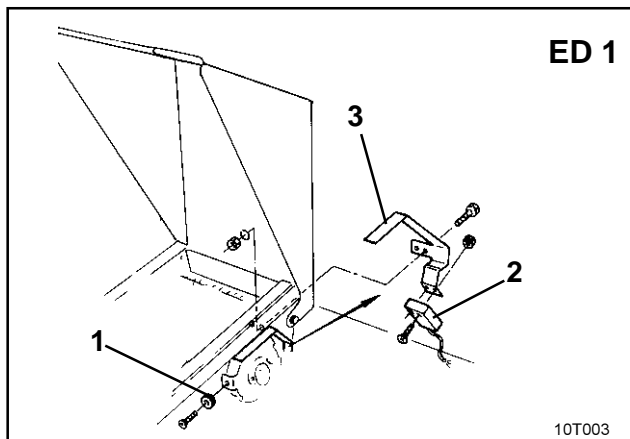
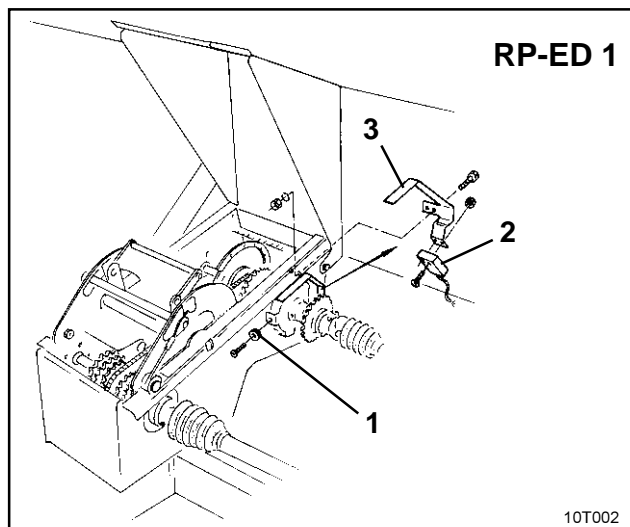

Fig. 9.6
Fig. 9.7
Sur les semoirs **ED 1** (fig. 9.6) ou **RP-ED 1** (fig. 9.7), fixez le capteur et l'aimant à l'entrée du boîtier de vitesses, en procédant comme suit :
- ☐ vissez l'aimant (fig. 9.6/1 ou fig. 9.7/1) sur le disque émetteur d'impulsions de l'arbre d'entrée du boîtier en utilisant des vis-tôles M4 x 10.
- ☐ Avant de procéder à la fixation du capteur, dévissez le support à impulsions (fig. 9.6/3 ou fig. 9.7/3) puis revissez le après fixation du capteur.
- ☐ Vissez le capteur (fig. 9.6/2 ou fig. 9.7/2) sur le support à impulsions (fig. 9.6/3 ou fig. 9.7/3).